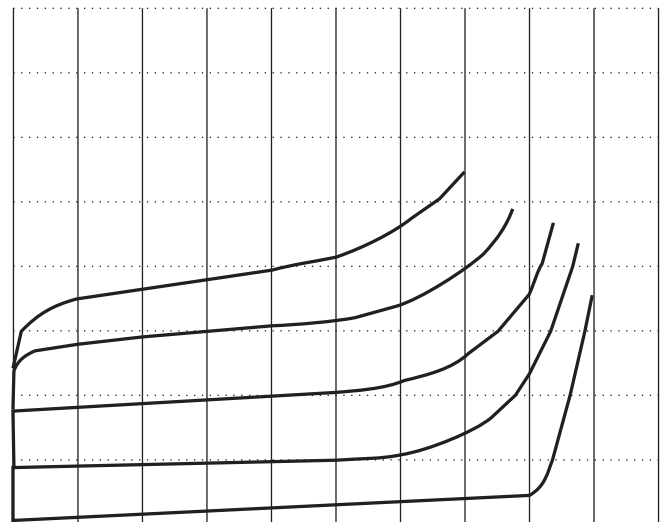

Bild 2
Mit den Tasten ③ wird die maximale Leistung  $P_{max.}$  gewählt. Diese Form der Kurve entspricht einer Hyperbel, welche die Maximalwerte für Strom und Spannung entsprechend beschneidet. Der Verlauf der Hyperbel wird sichtbar, wenn die Grenzwerte des DUT unterhalb der mit dem HM6042 prüfaren Maximalwerte liegen (vgl. Bild 2).